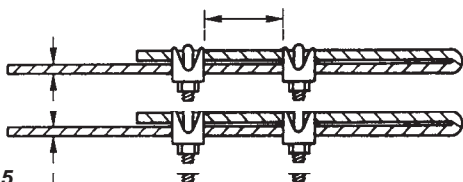

Figure 5
5. Ce ventilateur est équipé d'un câble de soutien de secours nécessaire. Il peut être fixé à la structure de poutre et accroché solidement d'une façon telle qu'il puisse supporter le poids du ventilateur dans l'éventualité où le crochet de fixation ou une autre partie casse. Après avoir enroulé le câble autour d'une partie de structure pouvant supporter 137 kg, fixez ce câble avec les serre-câbles fournis comme illustré en Figure 5 (**REMARQUE :** Tout matériel additionnel nécessaire pour des installations spécifiques peut être acheté chez votre distributeur local).
IMPORTANT CONSEIL : Il est important de remarquer la bonne position d'installation des serre-câbles comme illustré en Figure 5. Pour obtenir la meilleure force de maintien, installez la section étrier de l'attache en fin de câble ou sur sa petite partie, en chevauchant le grand morceau du câble. Une installation incorrecte réduit l'efficacité du raccordement jusqu'à 40%.